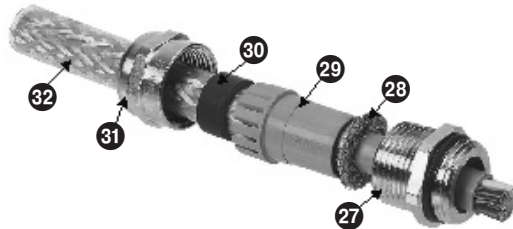

Fig. 11
3. Hutmutter **31** der Kabelverschraubung **18** abschrauben und Lamelleneinsatz **29** herausnehmen. **Fig. 11**